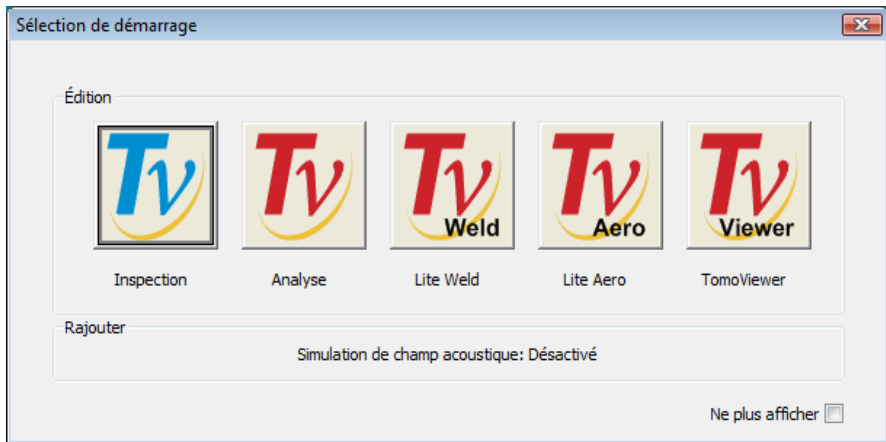

Figure 1-22 Boîte de dialogue Sélection de démarrage
5. Cliquez sur le bouton de la version de TomoView à démarrer dans la boîte de dialogue **Sélection de démarrage** qui s'affiche (voir la Figure 1-22 à la page 43).